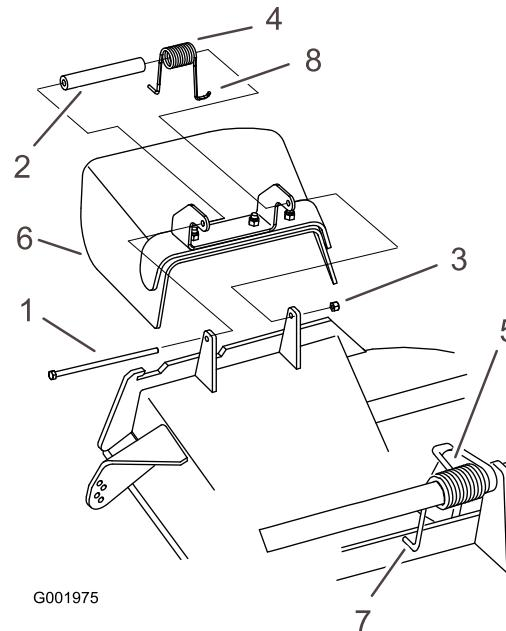

Figura 77
1. Retire la contratuerca, el perno, el muelle y el espaciador que sujetan el deflector a los soportes de pivote (Figura 77). Retire el deflector de hierba dañado o desgastado.
- Nota:** Asegúrese de colocar el extremo en **L** del muelle detrás del reborde de la plataforma antes de instalar el perno, según se muestra en la Figura 77.
- Instale el perno y la tuerca. Coloque el extremo en **J** del muelle alrededor del deflector de hierba (Figura 77).